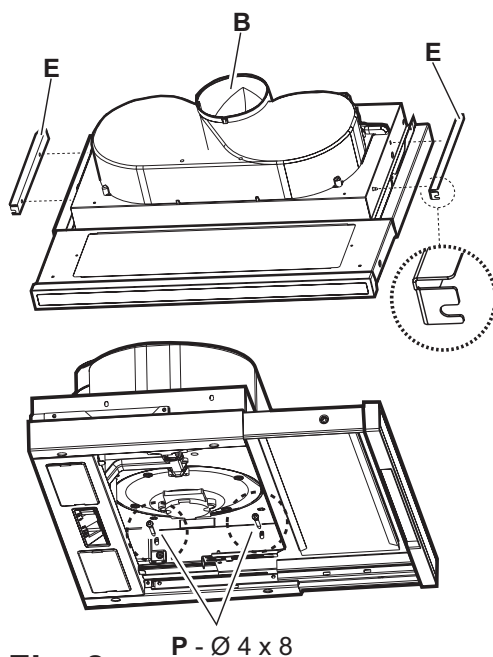

Fig. 8
- Fixer 2 étriers **E** (Fig. 8) sur les côtés de la hotte (un de chaque côté).
- Si la hotte ne joint pas parfaitement le bord inférieur du meuble, régler la position en dévissant le vis **P** des étriers **E** montés sur la hotte (Fig. 8) ; il sera dès lors possible de régler le parfait accouplement entre hotte et meuble, ensuite revisser les vis.